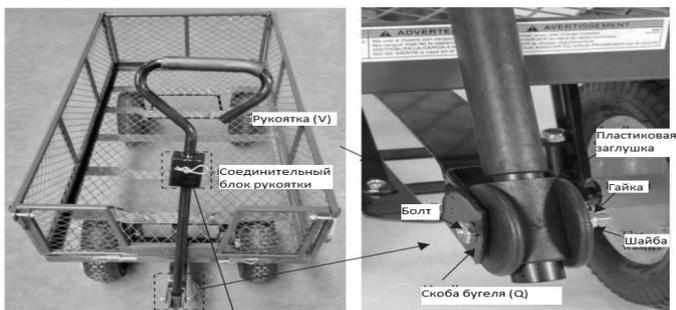

Рисунок 5. Сборка рукоятки
- Вставьте поворотную ось (W) в соединительный блок рукоятки (V) и закрепите при помощи штифта (C) и шплинта (D), как показано на рис. 5.
- Вставьте пластиковые заглушки (A) и соедините поворотную ось рукоятки (W) с Бугелем (Q) как показано на рис. 5.